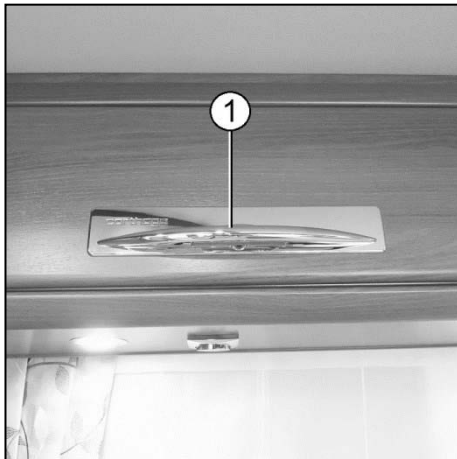

Fig. 88 Fermeture à poignée
1. Pousser la poignée (Fig. 88/1) vers le bas.